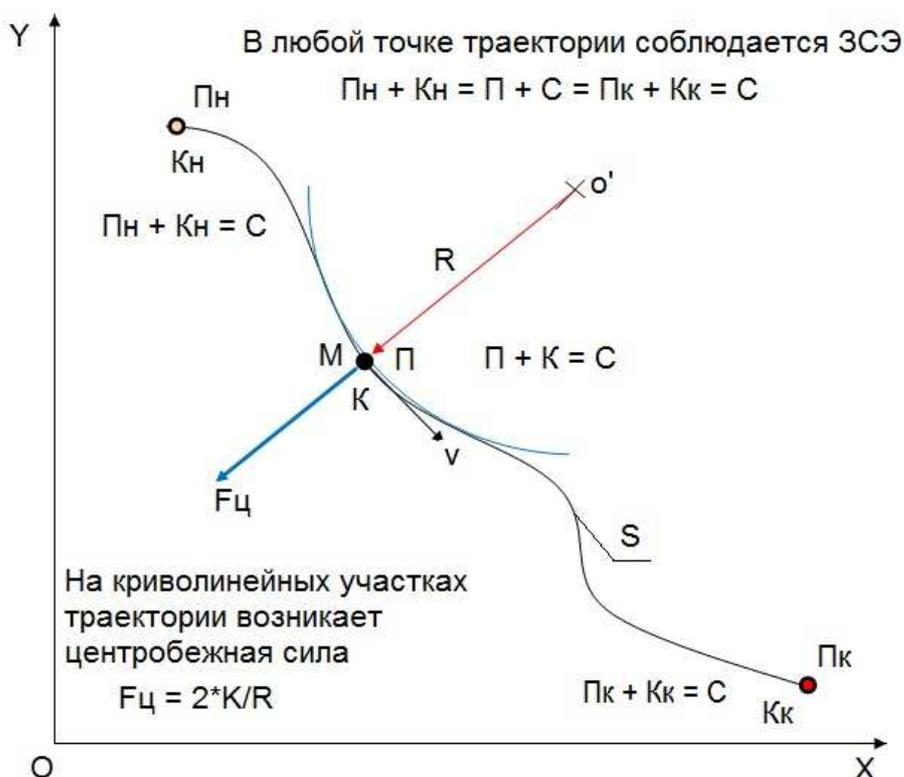

Рис.7. Закономерности при движении тела по криволинейной траектории.
Отразим на рис.7. известные законы физики. Пусть тело M перемещается по траектории S из начальной верхней точке к конечной нижней точке. В начальном положении она обладает потенциальной P_n и кинетической энергией K_n , в конечной точке тело уже будет обладать потенциальной энергией P_k и кинетической энергией K_k . В некой промежуточной точке тело M обладает потенциальной энергией P и кинетической энергией K . С соответствии с законом сохранения энергии $P_n + K_n = P + K = P_k + K_k = C$. C – это сумма потенциальной и кинетической энергии, которая согласно ЗСЭ остается постоянной вдоль всей траектории S . Но траектория S криволинейная, поэтому кривизна траектории на некоторых участках не будет равна нулю. Радиус кривизны в каждой точке траектории S можно найти либо по формулам, либо численным методом, либо просто измерить. И если радиус R кривизны траектории в точке, где находится тело M , не равен нулю, то на тело M со стороны среды действует центробежная сила F_c , величину которой можно вычислить по формуле (3) – $F_c = 2 \cdot K/R$.